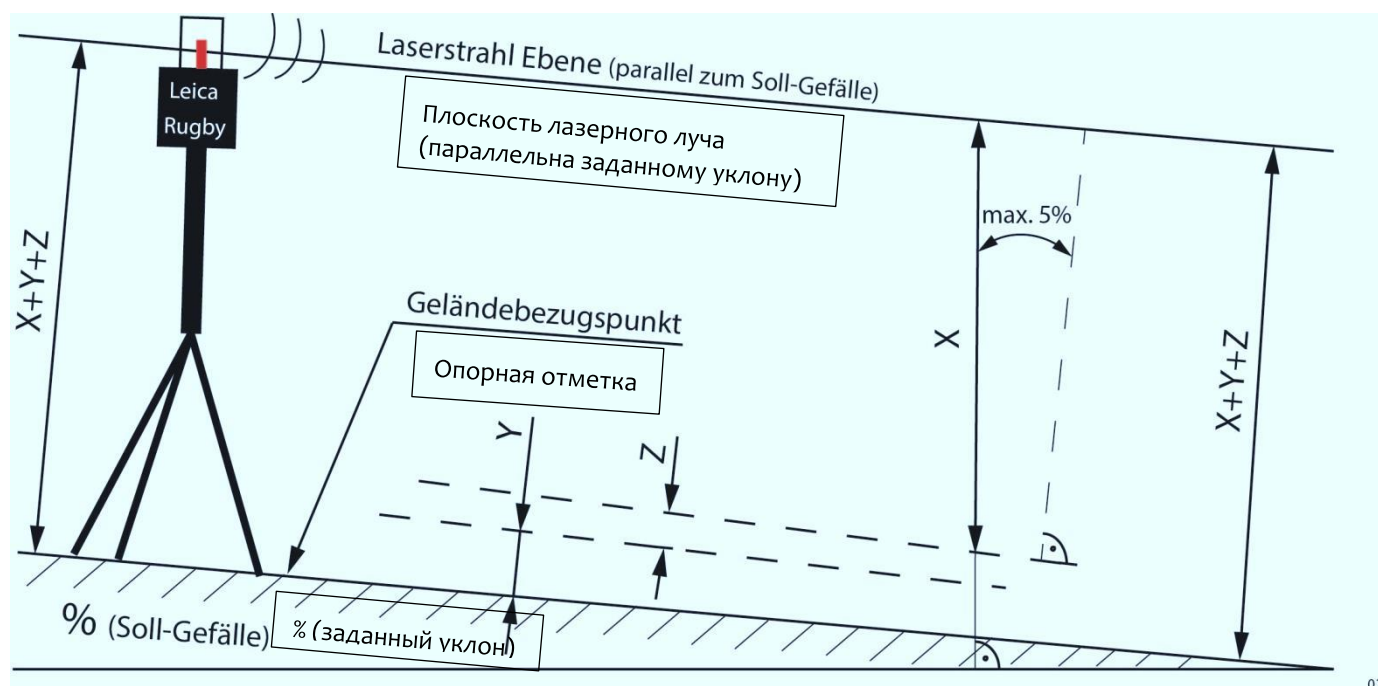

Рисунок 17
- Чтобы создать наклонную выровненную поверхность или уклон с помощью лазерных приборов, настроить плоскость лазерного луча согласно создаваемому уклону (рисунок 17).